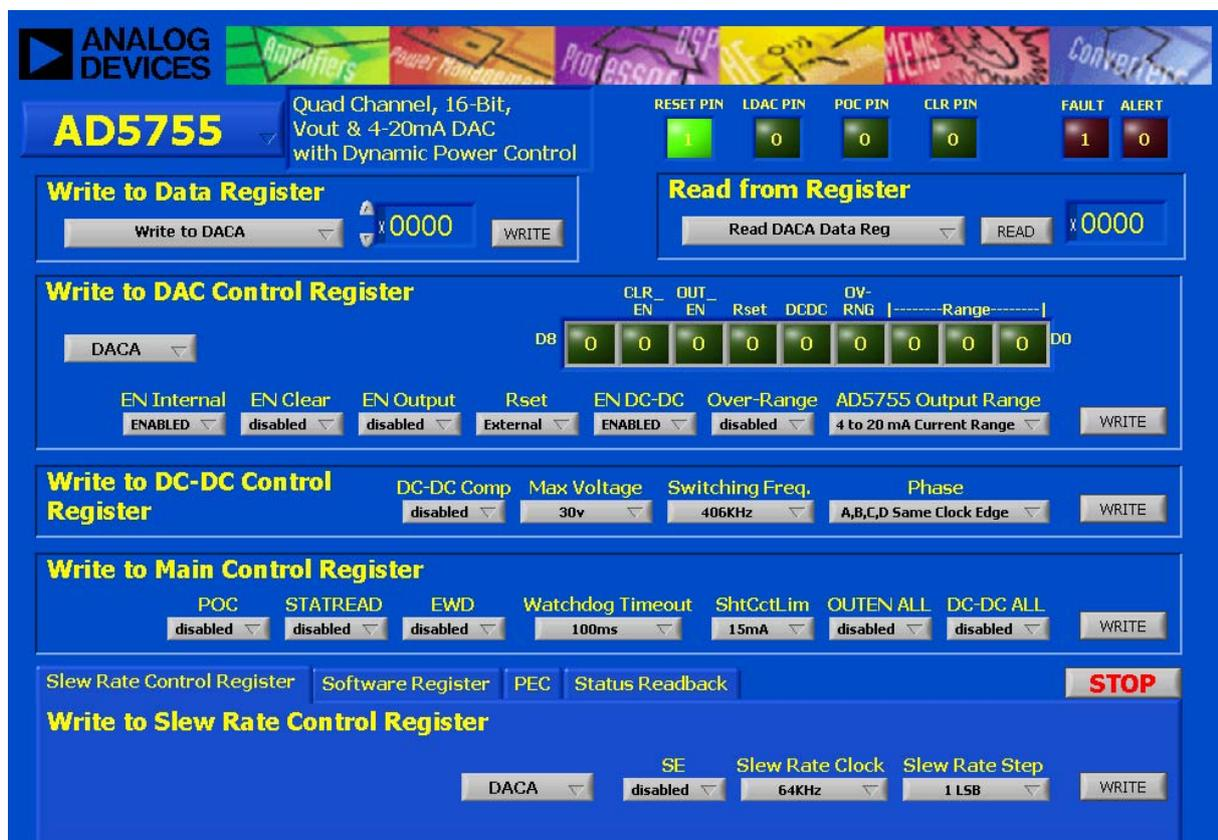

図 5.メイン・ウィンドウ
1. **Start** メニューで、**Analog Devices –AD5755 AD5757 AD5755-1 > AD5755 AD5757 AD5755-1 Evaluation Software** を選択します。ソフトウェアのメイン・ウィンドウが表示されます(図 5参照)。